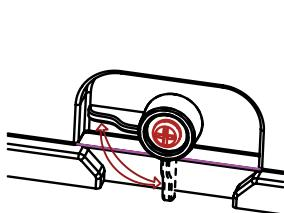
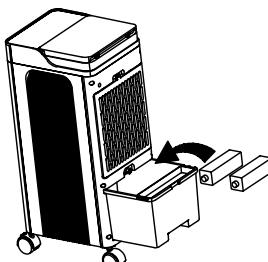

Figura 1
Figura 2
(1) Ruotare verso sinistra il pulsante di blocco del serbatoio dell'acqua (vedere la figura 1), quindi estrarre il serbatoio dell'acqua e versarvi lentamente dell'acqua di rubinetto pulita (figura 2). Nota: Quando si aggiunge acqua, osservare il livello dell'acqua attraverso la tacca di livello sul retro del serbatoio. Non superare il livello massimo del serbatoio dell'acqua quando si aggiunge acqua.